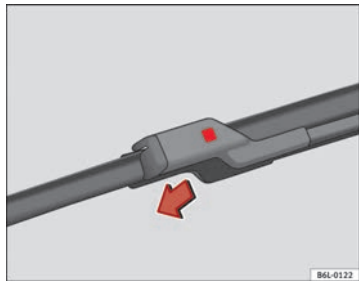

Fig. 132 Cambio spazzola tergicristalli
- Premere il pulsante di sicurezza ⇒ fig. 132.